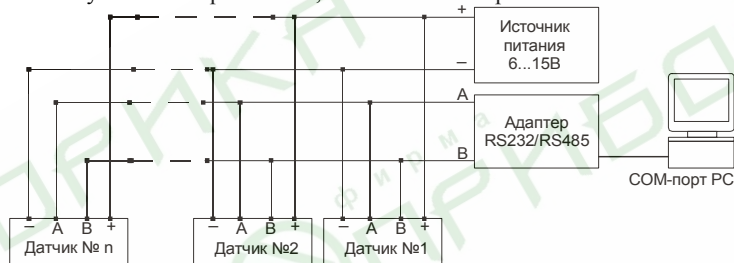

Рис.8. Схема подключения преобразователей.
6.2. Подключение преобразователя к измерительной системе осуществляется по четырем проводам - по одной паре подается напряжение питания (цепи - и +), по другой происходит обмен по интерфейсу RS-485. Преобразователи подключаются к четырехжильному кабелю параллельно, как показано на рис.8.